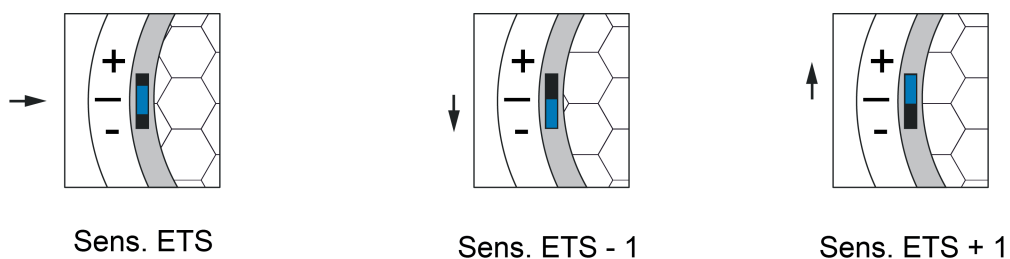

Bild 13: Einstellbereiche des Empfindlichkeitseinstellers am Gerät (-1 <-> 0 <-> +1)
- (4) Programmiertaste (rot)
- (7) Einsteller zur manuellen Empfindlichkeitskorrektur (blau)
Die Empfindlichkeit der Bewegungserfassung, die ein Maß für die Reichweite der PIR-Auswertung ist, kann getrennt für die PIR-Sektoren A, B und C in der ETS parametrieren werden und ist darüber hinaus vor Ort am Gerät nach der Inbetriebnahme veränderbar. Hierzu verfügt das Gerät über den Einsteller (7), der das Verändern der parametrisierten Empfindlichkeitseinstellung aller PIR-Sektoren ermöglicht. Die Empfindlichkeit kann durch den blauen Schalter um maximal eine Stufe verringert oder erhöht werden (Bild 13).